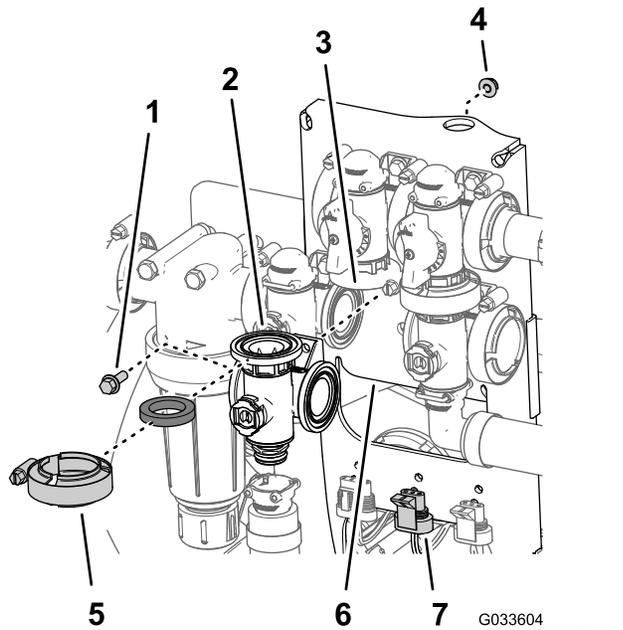

Bild 127
1. Fluchten Sie den Flansch des Rührwerkventilverteilers, eine Dichtung und den Flansch des Rührwerk-Sicherheitsventils aus (Bild 127).
9. Befestigen Sie das Rührwerkventil mit der Bundkopfschraube und der Sicherungsbundmutter (Bild 127), die Sie in Schritt 3 von Entfernen des Rührwerkventilverteilers (Seite 85) entfernt haben, an der Ventilhalterung und ziehen Sie die Schraube und Mutter bis auf 10-12 N·m an.